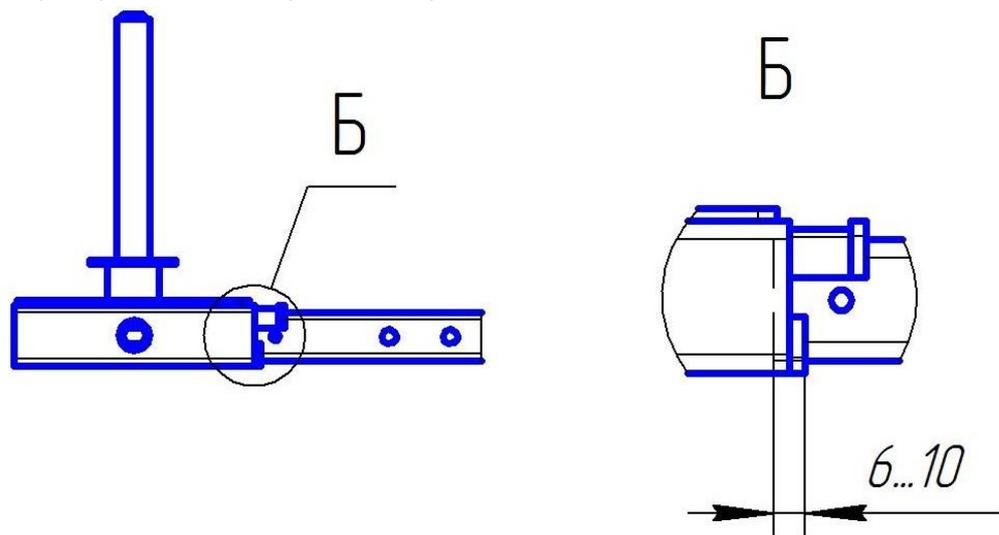

Рис.8 Схема выравнивания рычага валика в переходнике 40x40-50x50.
- 6.4. Выровнять дет. поз.3 (Рычаг валика) одновременно вставляя в трубу поз.5 (Держатель валика) на глубину 6...10мм, как указано на рис.8